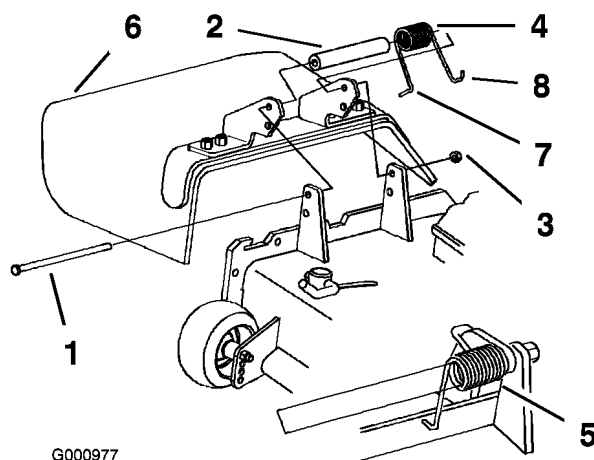

Figura 68
1. Retire la contratuerca, el perno, el muelle y el espaciador que sujetan el deflector a los soportes de pivote (Figura 68). Retire el deflector de hierba dañado o desgastado.
Nota: Asegúrese de colocar el extremo en L del muelle detrás del reborde de la plataforma antes de instalar el perno, según muestra Figura 68.
3. Instale el perno y la tuerca. Coloque el extremo en J del muelle alrededor del deflector de hierba (Figura 68).